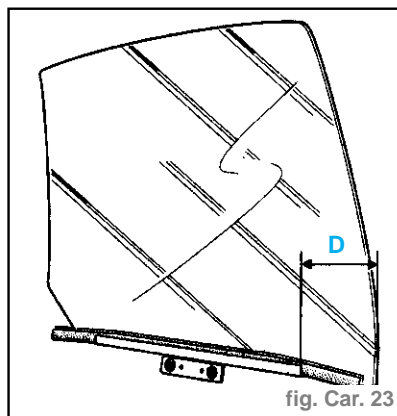

fig. Car. 23
- Le serrage des deux vis de fixation (A), se fait la vitre en position haute.
- Cote donnée à titre d'information : (D) = **122 mm** (fig. Car. 23).